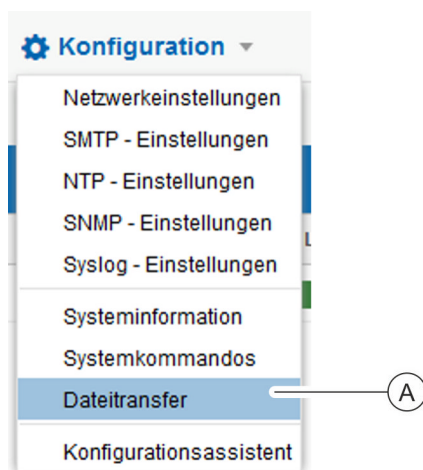

Abb. 175: Systemkommandos aufrufen
2. ➔ Über „Konfiguration ➔ Dateitransfer“ das Fenster "Dateitransfer" aufrufen (Abb. 175/Ⓐ).